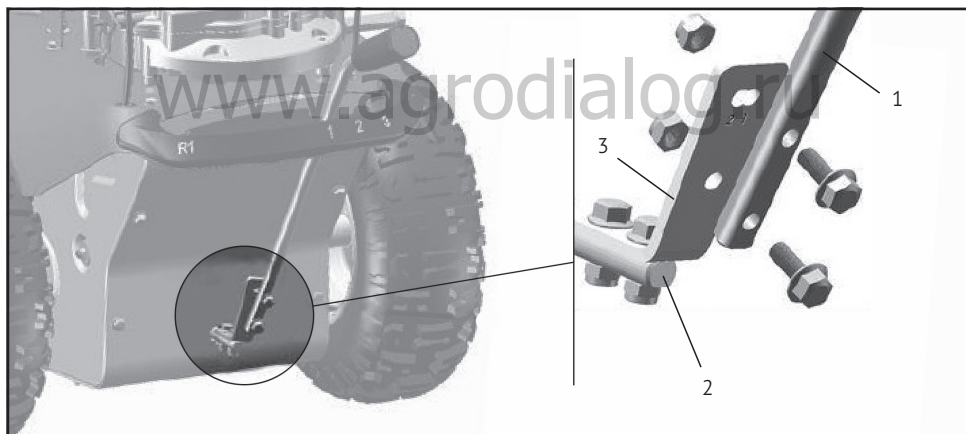

Рис. 4
- Скрепите конструкцию болтами и гайками из монтажного комплекта (Рис. 4)